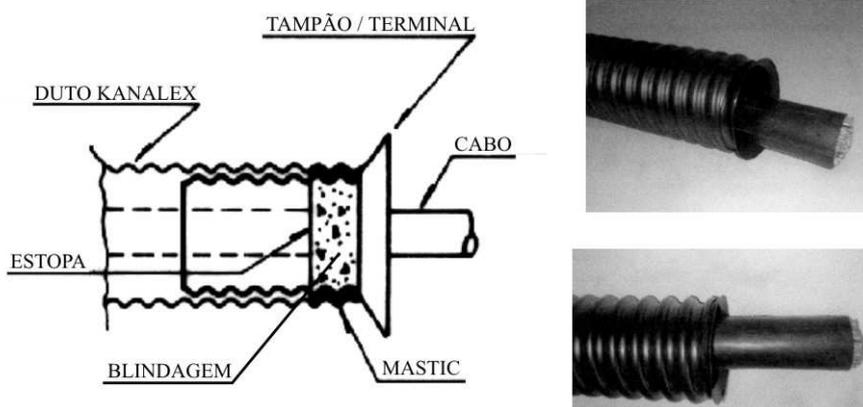

Figura 46
- c) Preencher o espaço compreendido entre o cabo e o terminal com uma camada de estopa formando um anteparo e impedindo desta forma, que o material aplicado posteriormente, penetre para o interior do duto conforme Figura 46.